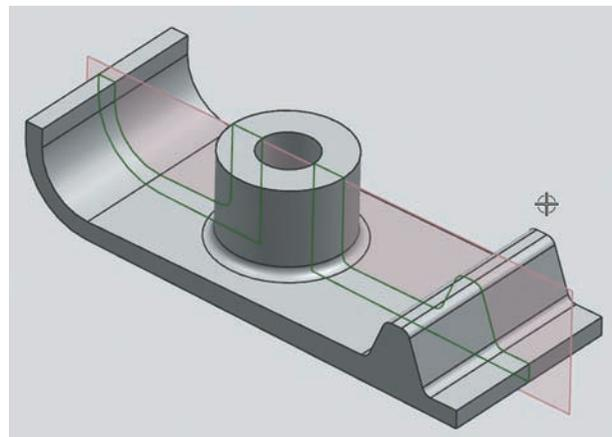

Рисунок 6.21. Редактирование сечения
- Будет создано пересечение плоскости и граней, и полученный контур будет загружен в приложение редактирования эскиза. Передвигая составляющие эскиза, измените геометрию модели (рис. 6.21).